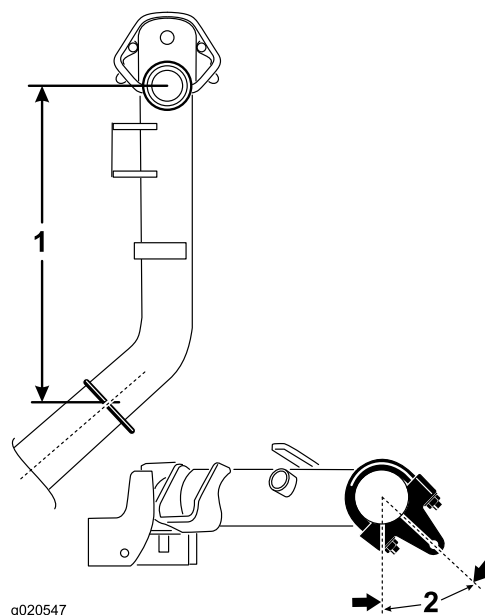

Figure 5
4. Sur les bras de relevage n° 2 et 3, positionnez les supports et les étriers filetés à 38 cm derrière l'axe du pivot (Figure 5).